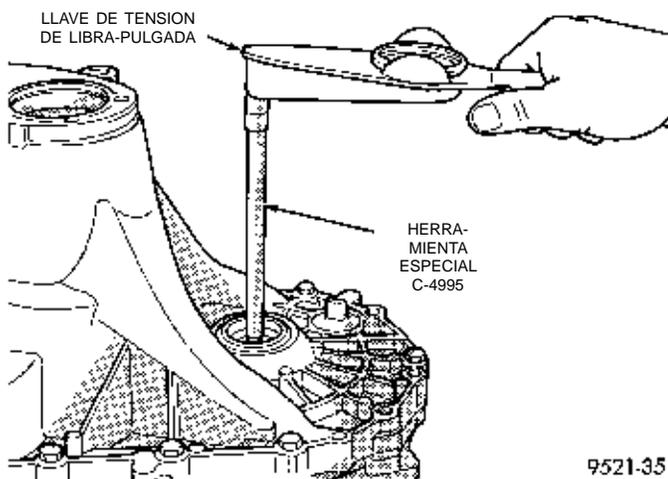

Fig. 77 Verificación del esfuerzo de rotación de cojinete del diferencial
(9) Instale la cubierta del convertidor del embrague. Coloque y apriete los pernos de la caja con una torsión de 26 N·m (19 lbs. pie).
(10) Mediante la herramienta especial C-4995 y una llave de tensión de N·m (pulgada-libra), verifique el esfuerzo de rotación del conjunto del diferencial (Fig. 77). **El esfuerzo de rotación debe ser de 0,7 a 1,4 N·m (6 a 12 lbs. pulg.). Si el esfuerzo de rotación es demasiado alto, instale un espaciador 0,05 mm (0,002 pulgadas) más delgado. Si el esfuerzo de rotación es demasiado bajo, instale un espaciador 0,05 mm (0,002 pulgadas) más grueso.**